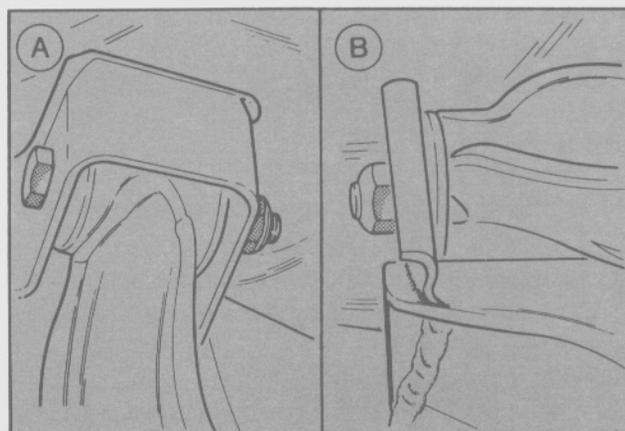

Fig. 41. Fijación del brazo inferior al travesaño
- Ajustar los tornillos de fijación del brazo inferior al travesaño al torque especificado, mientras se encuentra "cargado" (vehículo en piso) (Fig. 41).